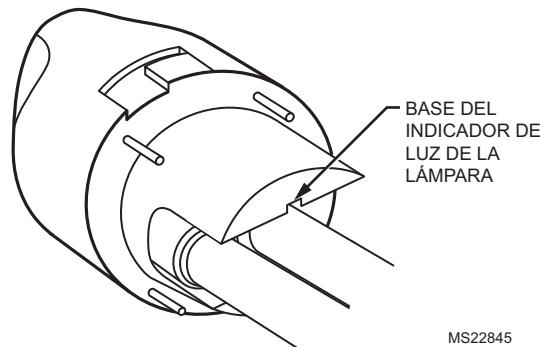

Fig. 12. Limpie la base del indicador de luz de la lámpara.
5. Limpie, también, el polvo que se haya acumulado entre el indicador de luz de la lámpara de la base y la base de la lámpara negra. Consulte la Fig. 12.